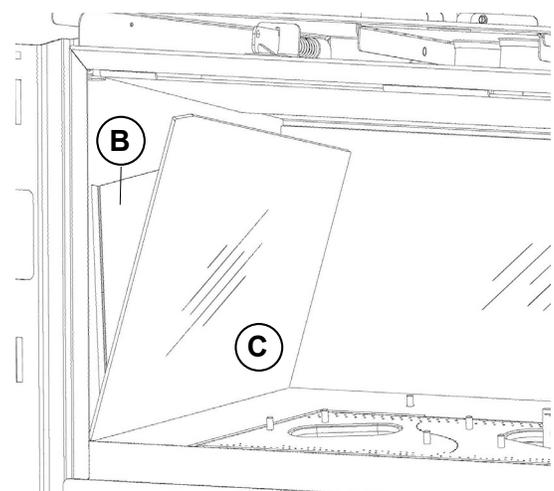

Figure 7.10. Installation du panneau vitré.
- Jeu vitré seulement (fig. 7.10) Fixez la plaque d'écartement en acier (B) sur la jupe du brûleur entre la paroi et le panneau latéral vitré (C).